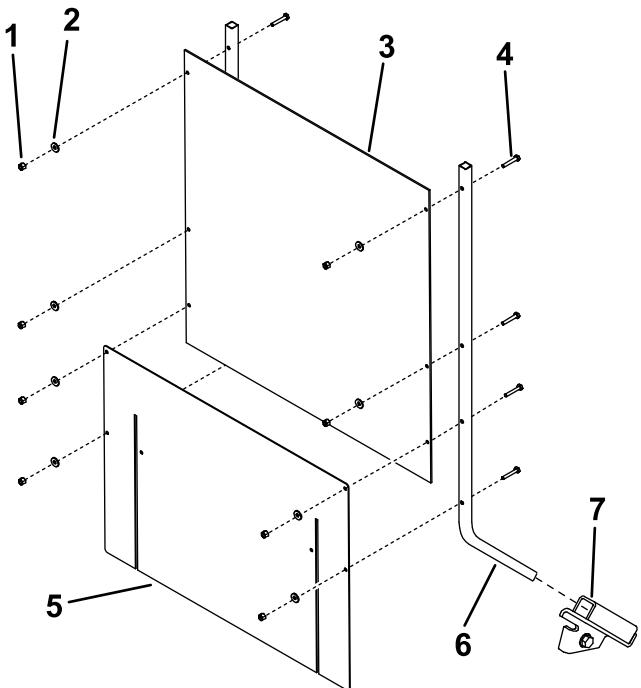

Figura 8
1. Deslice las varillas del protector en los huecos de los soportes del protector, montados en la unidad de tracción (Figura 8).
- Monte el protector y el faldón flexible en las varillas del protector, según se muestra en Figura 8, usando 8 pernos ($\frac{1}{4}$ " x $1\frac{1}{2}"), arandelas y contratuercas ($\frac{1}{4}").$$